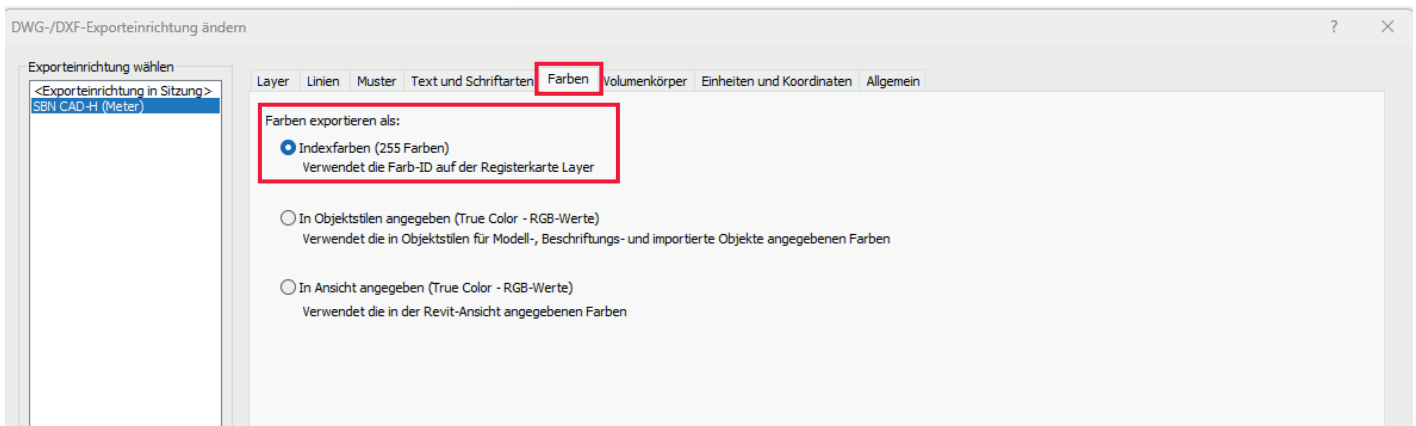

Abb.10: Farben
- Wählen Sie bei **Farben exportieren als** die **Indexfarben (255 Farben)** aus. (Abb.10)